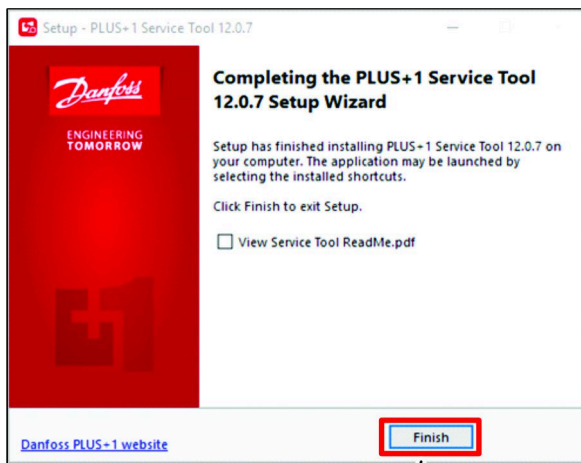

Figura 28
9. En el cuadro de diálogo Completar Asistente de configuración de la herramienta de mantenimiento, haga clic en el botón TERMINADO (Figura 28).